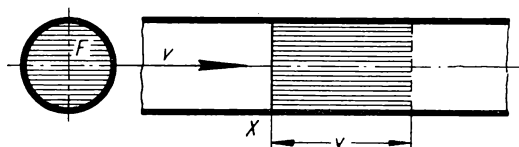

Bild 5
**19.** In einer Rohrleitung vom lichten Querschnitt  $F$  (Bild 5) bewegt sich das Wasser mit gleichförmiger Geschwindigkeit  $v$ . Wie groß ist die sekundlich gelieferte Wassermenge?